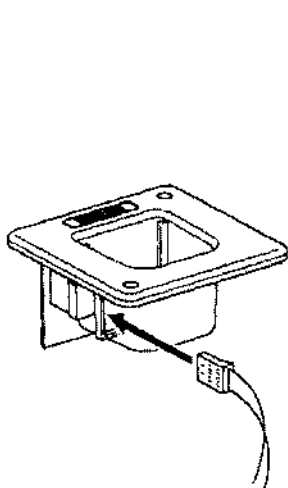

Figura 2
1. Haga pasar el cable plano por la abrazadera. Enchufe el cable plano en las conexiones del módulo (véase la figura 2).